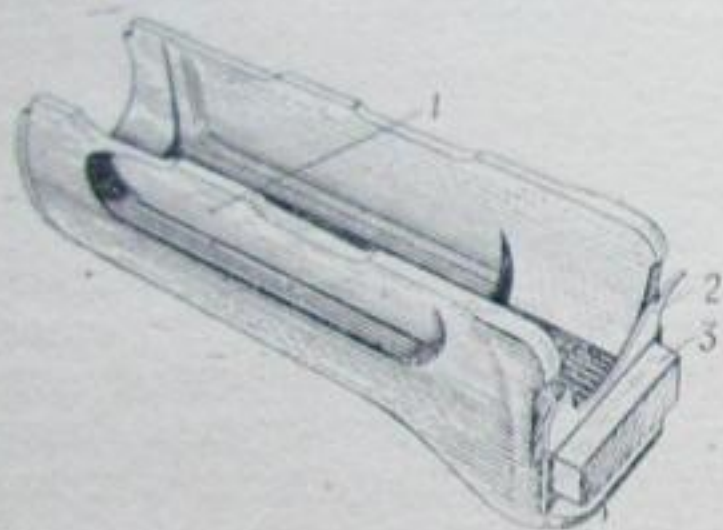

Рис. 33. Цевье (деревянное):
**20. Цевье** (рис. 33) служит для удобства действия и для предохранения рук автоматчика от ожогов. Оно может быть деревянное или